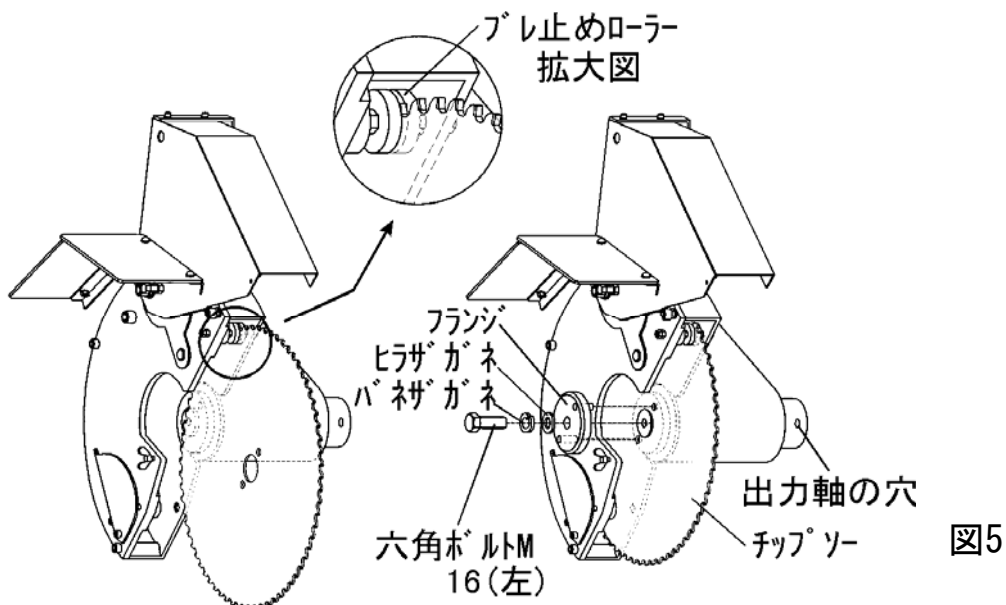

図5
1. チップソーを交換します。図5の順番で部品を取り付けてください。